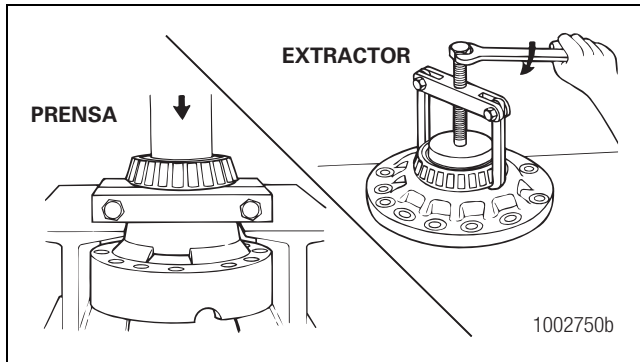

Figura 3.46
- Si es necesario reemplazar los conos de cojinetes de la caja del diferencial principal, use un extractor de cojinetes para extraerlos. Figura 3.46.